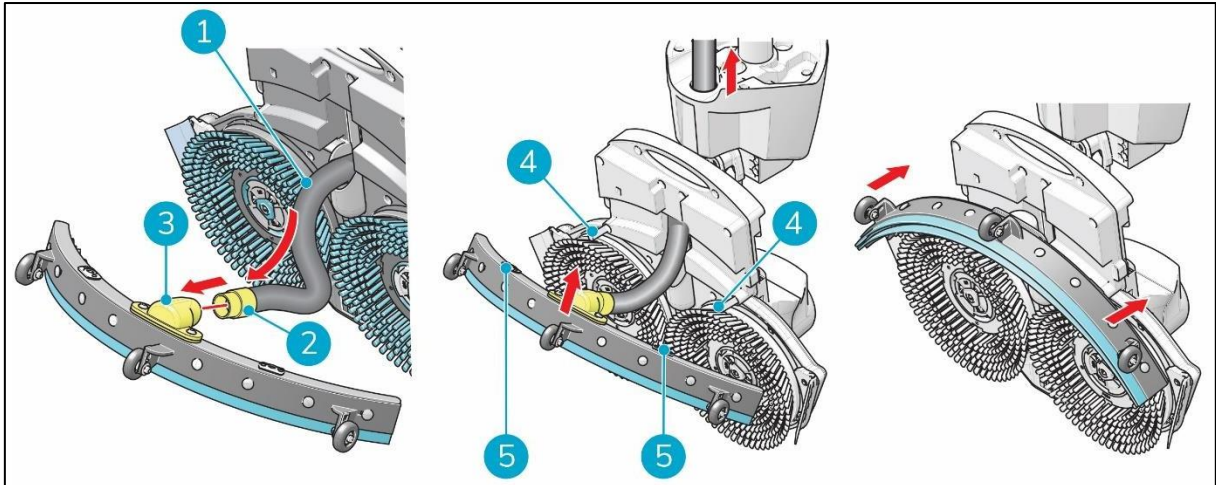

Abbildung 9
1. Nehmen Sie den Unterdruckschlauch (Abbildung 9, Pos. 1).
2. Stecken Sie den Schlauchanschluss (Abbildung 9, Pos. 2) in die Saugleiste (Abbildung 9, Pos. 3).
3. Drehen Sie den Schlauchanschluss um 1/4 Umdrehung, um einen festen Sitz zu erreichen (Abbildung 9, Pos. 2).
6. Richten Sie die Stifte auf dem Scheuerdeck (Abbildung 9, Pos. 4) mit den Löchern auf der Saugleiste (Abbildung 9, Pos. 5) aus.